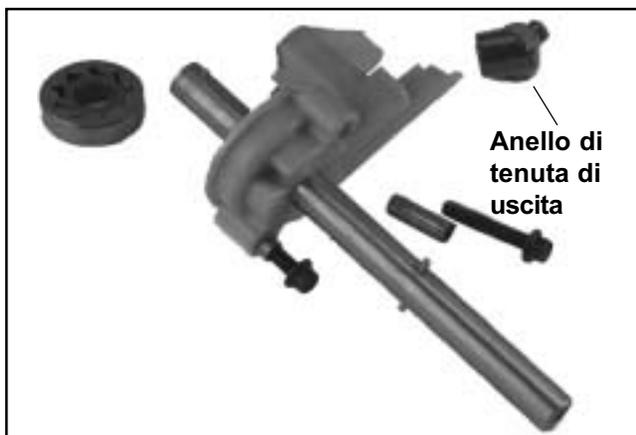

Figura 8-42. Albero a camme di aspirazione e gruppo pompa dell'olio.
4. Rimuovere le due viti che fissano la pompa dell'olio e l'albero a camme di aspirazione al carter. Sollevare l'albero a camme con cautela e rimuovere il gruppo dalla cavità del carter. Durante lo smontaggio si può staccare un piccolo anello di tenuta* all'uscita della pompa dell'olio. Prestare attenzione a non perderlo. Vedere Figura 8-42.